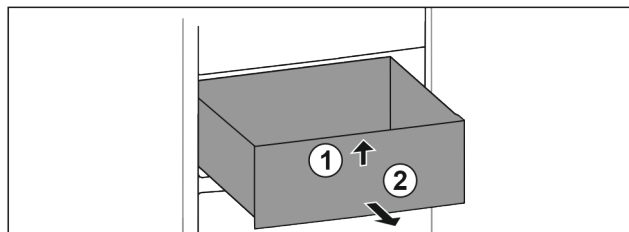

Fig. 28
- ▶ Nadzvedněte zásuvku vpředu. Fig. 28 (1)
- ▶ Vyměňte zásuvku dopředu. Fig. 28 (2)